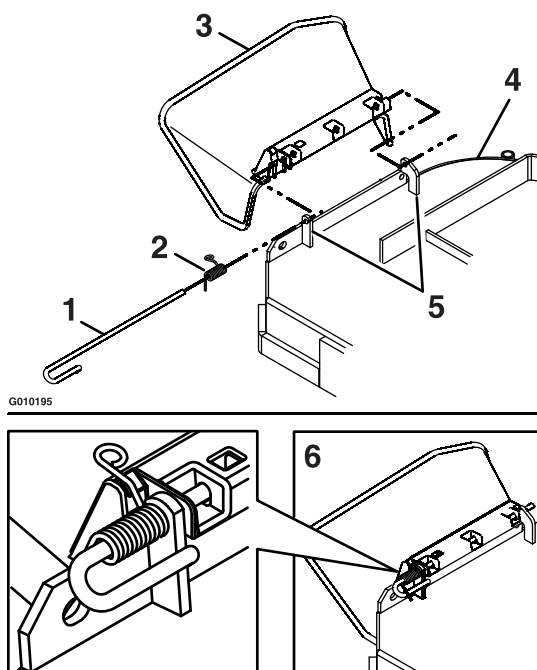

Figure 9
2. Pour poser un déflecteur d'éjection neuf, orientez le ressort sur la tige, comme montré à la Figure 9. Glissez la tige dans le support avant du déflecteur d'éjection, le déflecteur et le support arrière du déflecteur.
3. Accrochez l'extrémité coudée de la tige au support avant du déflecteur d'éjection pour l'empêcher de glisser. Placez la patte du ressort dotée de la boucle dans le cran du déflecteur d'éjection pour maintenir ce dernier en position abaissée (voir Figure 9).